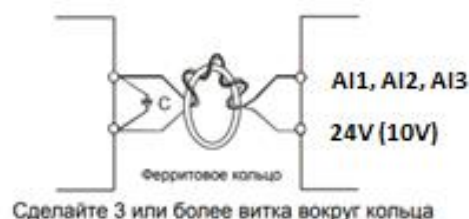

Рис.5 – Рекомендации по подключению аналоговых сигналов
**Рекомендация:** Используйте рекомендации производителя по подключению различных датчиков к ПЧ (рисунок 5).